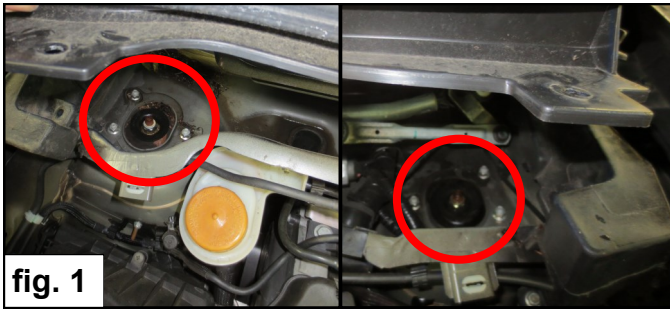

fig. 1
1. Verwijder diverse exterieurdelen om de bovenste bevestiging van de veerpoot te bereiken (fig. 1).